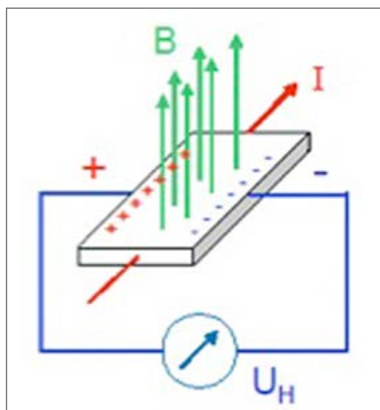

Bild 2
Bei den hier besprochenen Sensoren befinden sich die Hall Platten direkt auf einem integrierten Schaltkreis, der die Bereitstellung des Steuerstroms, die relativ komplexe Signalauswertung sowie die anschließende Digitalisierung übernimmt. *Bild 2* zeigt das grundsätzliche Messprinzip, das auf der nach ihrem Entdecker Edwin Hall benannten Hall Spannung (UH) beruht. Sie ist proportional zur Stärke des einwirkenden magnetischen Feldes und zum Stromfluss.